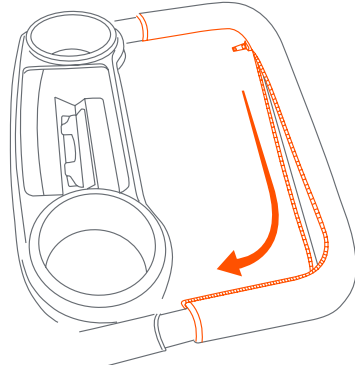

Fig. 11a
**Cremallera:** Para fijar, envuelva alrededor del manubrio y cierre la cremallera (Fig. 11a).